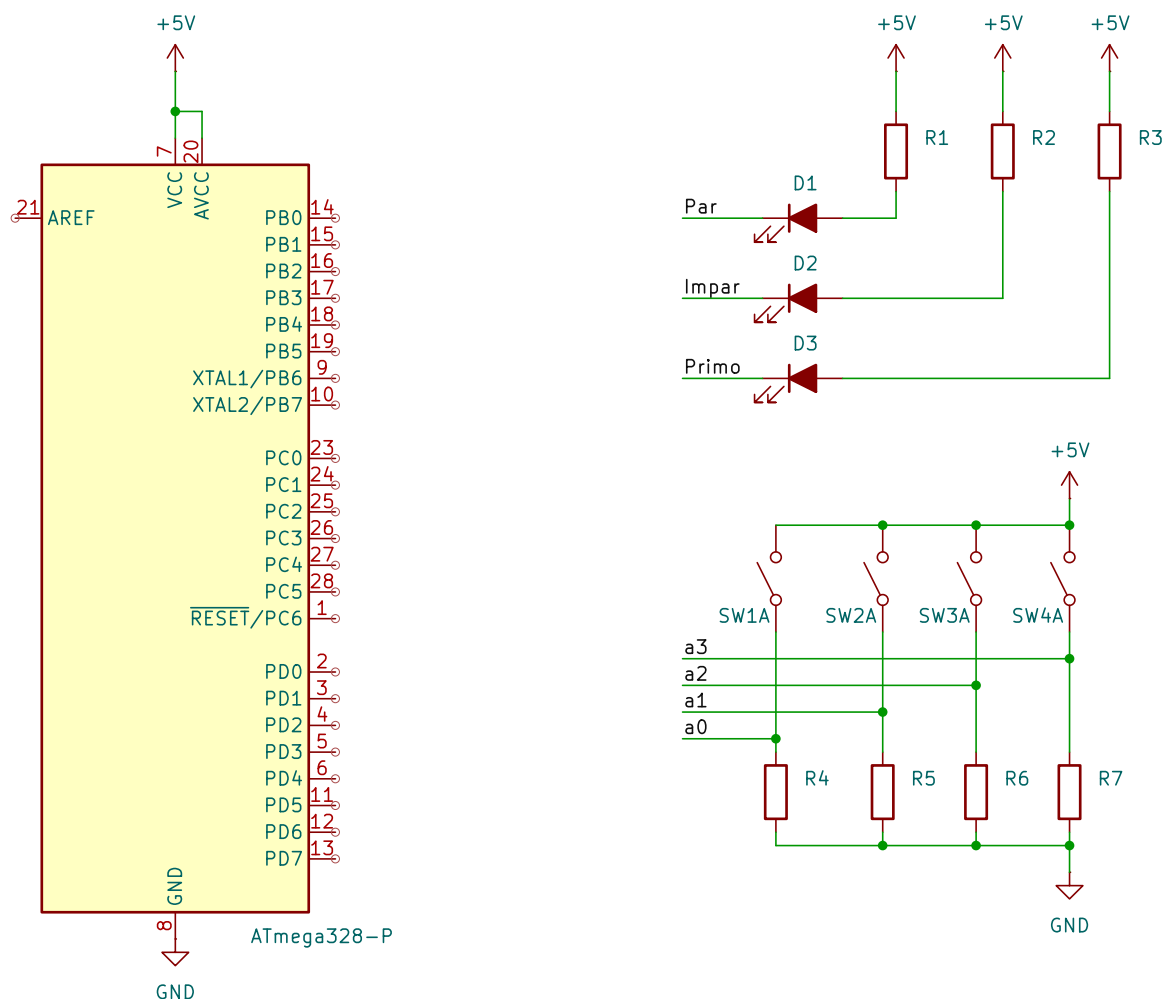

Figura 1. Esquema del circuito (por completar)
Para implementar este sistema, contamos con el microcontrolador ATMEGA328P al que conectaremos una serie de interruptores para introducir el número y diodos LED para las diferentes salidas. En la figura 1 se muestra un esquema (incompleto) del circuito diseñado. Además, al final del problema se muestra el código (también incompleto) del programa para implementar el sistema.
5. Conectar sobre el esquema de la figura 1, cada uno de los componentes con la patilla del microcontrolador correspondiente, teniendo en cuenta la configuración que se realiza en el código mostrado a continuación.